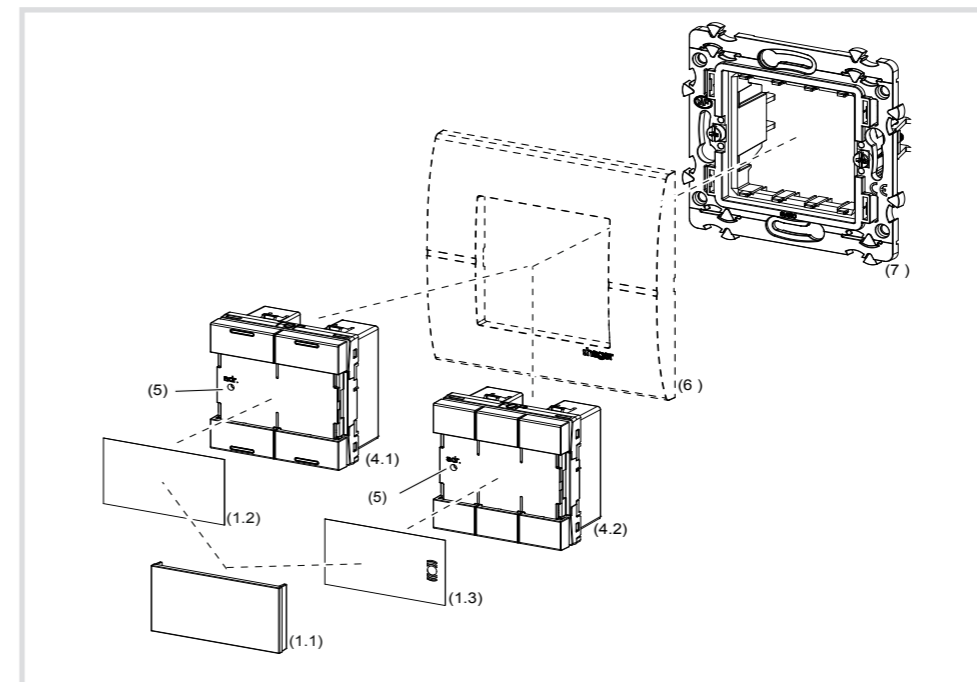

Figura 3: montaje del aparato
**Montaje y conexión del aparato (figura 3)**
- Montar el aro de soporte (7) en caja portamecanismos. Tener en cuenta la marca **OBEN/TOP**.
- Pasar el cable de conexión de bus de la caja portamecanismos a través de la tapa de diseño (6).
- Conectar el pulsador (4.1, 4.2) con la tapa de diseño (6) con el aro de soporte (7). Tener en cuenta la marca **OBEN/TOP**.
- Encajar de la tapa de diseño (6).
- Soltar de la tapa de diseño (6).
### Montagem e ligação do produto (figura 3)